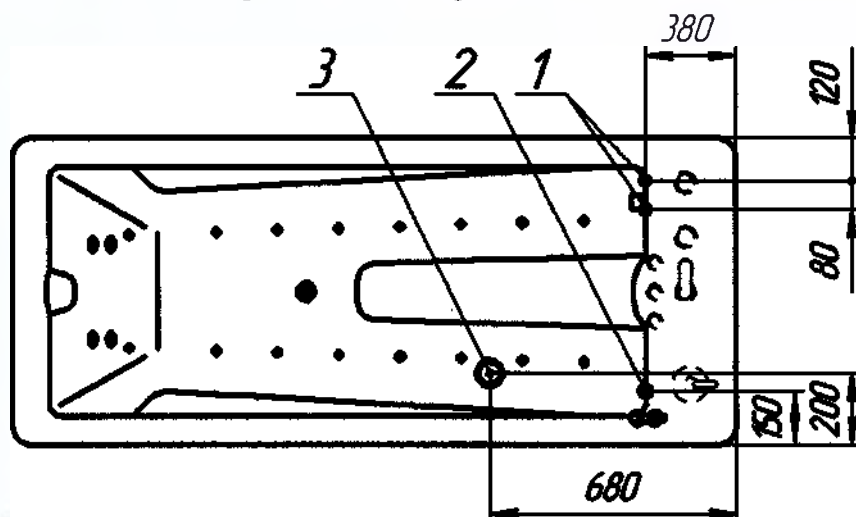

Рис.29. Ванна водолечебная «ОККЕРВИЛЬ». Схема монтажная (общая)
13.3 Монтажная схема Ванны представлена на рис. 29